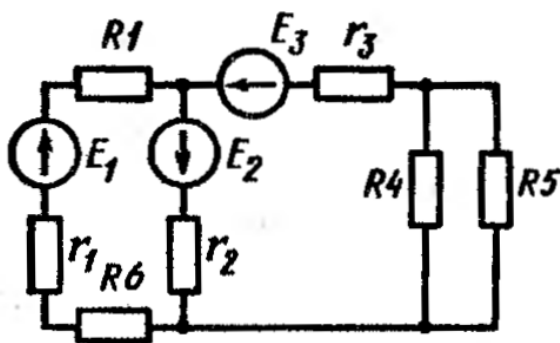

Рис. 4.6
**ЗАДАЧА 4.7** В электрической схеме рис. 4.6 определить токи во всех ветвях и составить баланс мощностей, если  $E_1 = 10 \text{ В}$ ,  $r_1 = 2 \text{ Ом}$ ,  $E_2 = 2 \text{ В}$ ,  $E_2 = 3 \text{ Ом}$ ,  $E_3 = 6 \text{ В}$ ,  $r_3 = 1,5 \text{ Ом}$ ,  $R_1 = 5,5 \text{ Ом}$ ,  $R_4 = R_5 = 5 \text{ Ом}$ ,  $R_6 = 4,5 \text{ Ом}$ . Указать режимы работы источников.